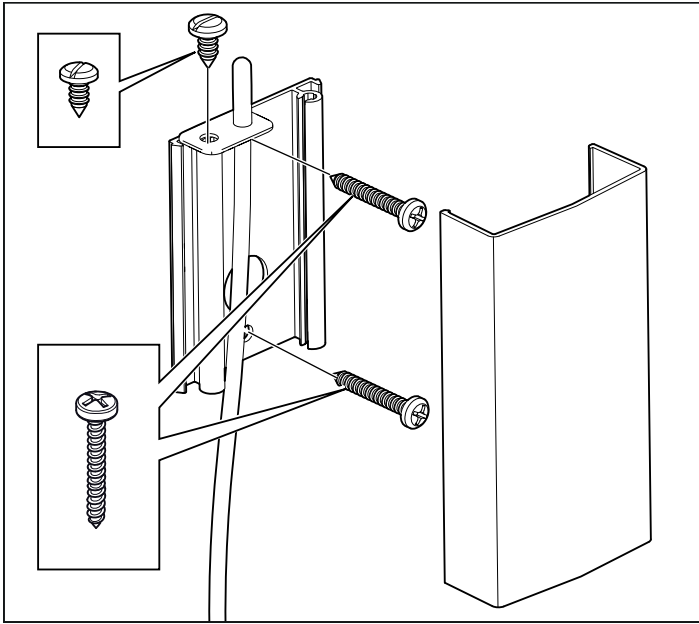
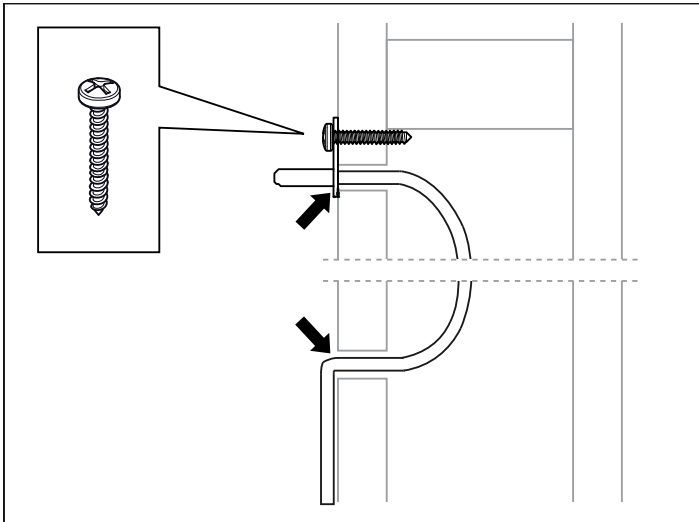

Abb. 9: Montage des Sensors
Abb. 10: Abdichten von ggf. gebohrten Löchern
8. Befestigen Sie den Sensor an der Wand, siehe Abb. 9. Die Thermistorleitung kann auch durch die Wand verlegt werden. Dichten Sie ggf. gebohrte Löcher in der Wand hinter dem Sensor ab, siehe Abb. 10. Die Thermistorleitung kann außerhalb der Sauna mit einer abgeschirmten zweiadrigen Schwachstromleitung verlängert werden.